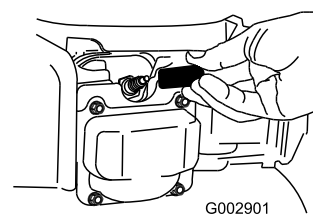

Figura 35
2. Staccate il cappello dalla candela (Figura 35) prima di eseguire interventi di manutenzione.